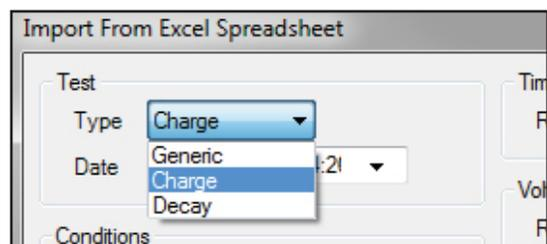

図 59: Test Type ウインドウ
4. “Type” (図59)のウインドウを開き Test Type を選択します。一度インポートされると、PGA-710Bセッションウイザードは、指定されたタイプに応答します。